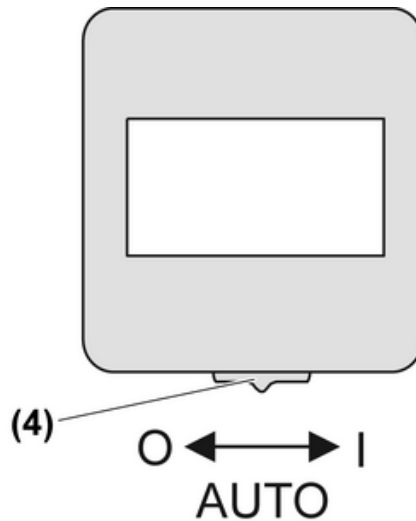

Bild 3: Betriebsartenschalter
Mit dem Betriebsartenschalter (4) am Bewegungsmelder können drei Betriebsarten eingestellt werden (Bild 3).